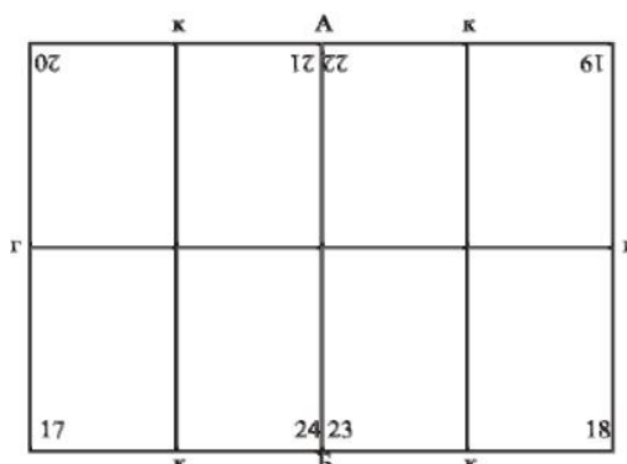

Рис. 4.6. Схема книжкового спуску 8 смуг НСФ для третього зошита
6. Макет перевертається зліва направо, колонцифри 18, 19, 22, 23 з «обороту» макета переносяться в другу половину схеми спуску. На рис. 4.6 показана схема книжкового спуску 8 смуг НСФ для третього зошита.